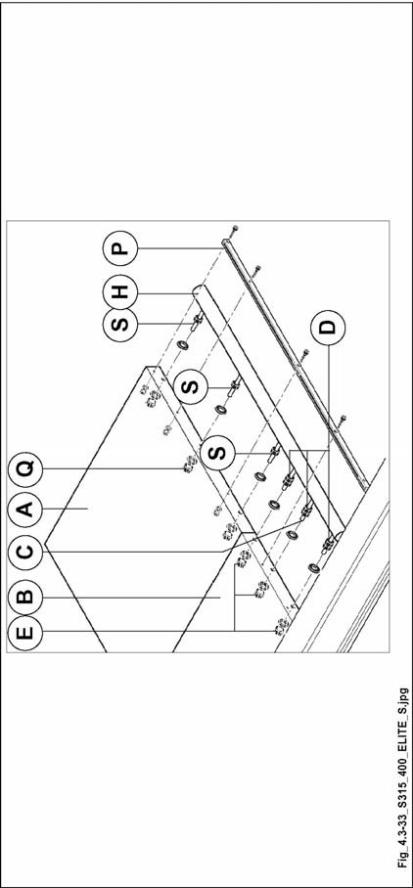

Abb. 4.3-33
- 4) Kontrollieren Sie, ob die Führung (H Abb.4.3-33) linear ausgerichtet ist und nehmen Sie, falls notwendig, die entsprechenden Einstellungen mit Hilfe der Muttern (S Abb.4.3-33) vor.